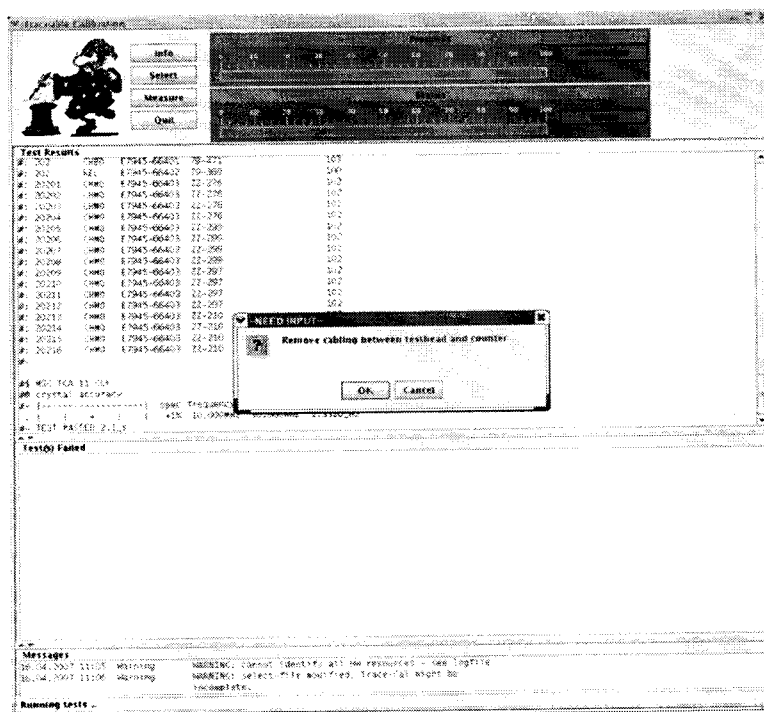

Рисунок 11 – Окно программы после проведения измерений опорной частоты
7.5.1.5 По окончании измерений и после вывода результатов измерений опорной частоты на экран, программа выведет сообщение с требованием отсоединить кабель между тестовой головой и частотомером (рисунок 11).